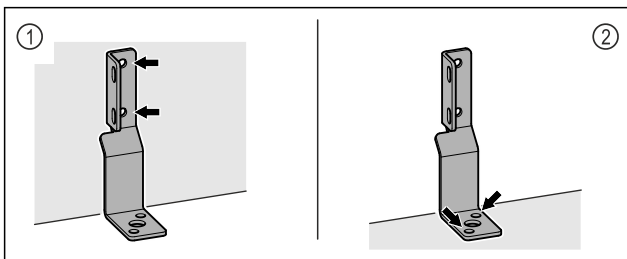

Fig. 8
- ▶ Закріпити кутовий кронштейн на стіні Fig. 8 (1) або на підлозі Fig. 8 (2).